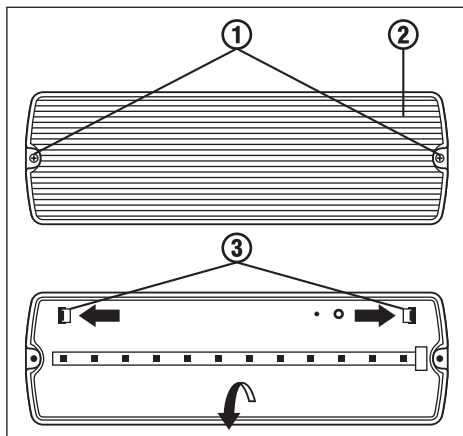
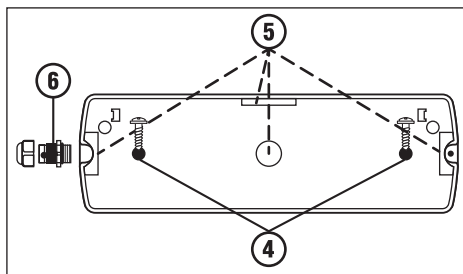

Рисунок 1.
Рисунок 2.
2. Произведите разборку светильника, открутив винты ①. Снимите рассеиватель ②, как показано на рис. 1.
3. Нажмите на защелки ③ на корпусе светильника в направлениях, указанных на рис. 1. Откройте крышку.
4. Наметьте место будущей установки светильника и просверлите 2 отверстия ④ на расстоянии 254 мм.
5. Сделайте в основании 2 отверстия на расстоянии 254 мм в местах, обозначенных внутри корпуса светильника. Сделайте отверстие диаметром 16 мм ⑤ в корпусе светильника – под кабельный ввод PG11 ⑥ (входит в комплект), рис. 2.
11. Проведите сборку светильника – защелкните крышку, установите рассеиватель, закрутите винты (рис.1, 2). При подаче напряжения на светильник загорится зеленый индикатор наличия сети «Заряд» (рис. 3). Время полной зарядки аккумулятора составляет 24 часа. Проверьте работоспособность светильника в аварийном режиме, он должен быть подключен в сеть электропитания на время не менее 3 минут. Зажмите кнопку «Тест», светильник переключится в режим работы от аккумулятора и продолжит работать, при этом индикатор наличия сети «Заряд» погаснет. Если при нажатии на кнопку «Тест» светильник гаснет, это может свидетельствовать о его неисправности или о низком уровне заряда аккумулятора. Необходимо зарядить аккумуляторную батарею в течение 24 часов, затем снова повторить процедуру тестирования. Эксплуатировать неисправный светильник не рекомендуется.